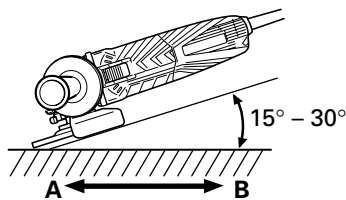

Fig. 5
- 10. Vérifier le bouton-poussoir. S'assurer que le bouton-poussoir n'est pas engagée appuyant dessus deux ou trois fois avant de mettre la meuleuse à disque en marche. (Fig. 5)
Meuler seulement avec le rebord de la meule en soulevant la meuleuse à disque de 15° à 30°, comme montré sur la Fig. 5.
Lors de l'utilisation d'une nouvelle meule à dépression centrale dans la direction A (Fig. 5), le rebord de la meule risque de couper la pièce à usiner. Dans ce cas meuler dans la direction B (Fig. 5).